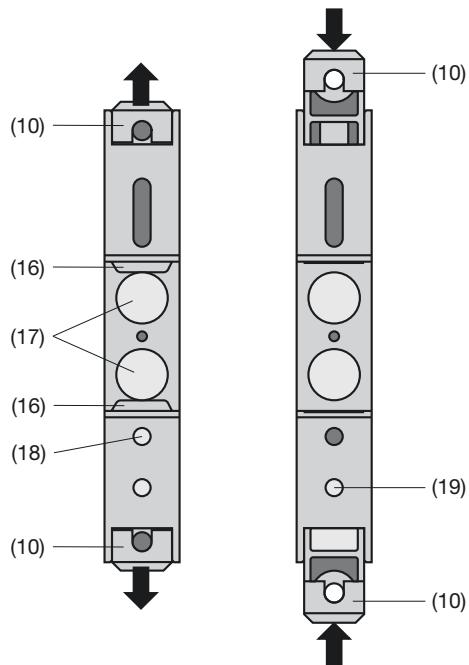

Fig. 8. Fond de l'appareil.
Ensuite tirer en dehors les languettes de fixation (10) en enfonçant en même temps les boutons de verrouillage (18) (voir fig. 8 à gauche).
Pour rentrer si nécessaire les longuettes de fixation, il faut enfoncez les boutons de verrouillage (19) et en même temps glisser les languettes de fixation (10) dans la base du boîtier (voir fig. 8 à droite).